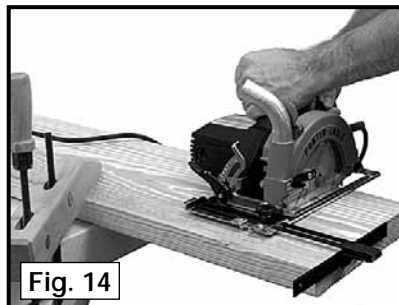

Fig. 14
Una guía lateral (guía para corte longitudinal o a lo largo) (A) Fig. 14, es disponible. Instale la guía lateral así:
Para cortes longitudinales de piezas angostas, puede usar una guía lateral que es disponible como un accesorio. La sierra se guía por tener la faz interior de la guía lateral Fig. 14 apretada contra el canto (borde) de la tabla.